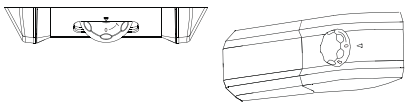

Fig.13
- 1) Gire o botão para a posição „0“ (fig.13)